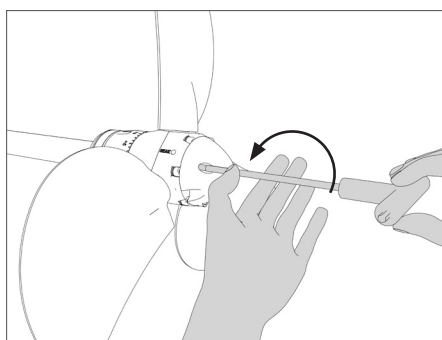

FIG. 31 | Dévissage des vis de l'anode
- Retirer l'anode **C** en dévissant les vis inox **D** (Fig. 31 - 32 - 33).